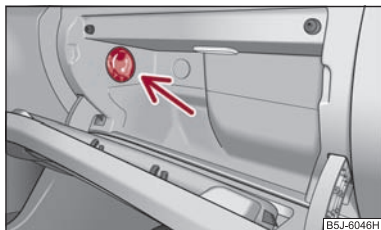

Fig. 78 Torpedoul: Răcire
- Porniți, respectiv opriți răcirea de la întrerupătorul ⇒ fig. 78.